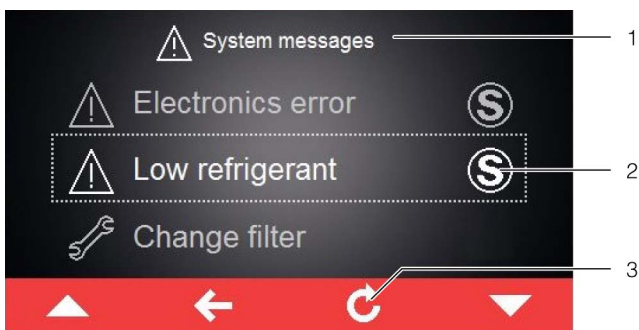

Imagen 49: Pantalla con indicación de fallo
Si se genera una indicación de fallo que no puede ser solucionada por el usuario o que no desaparece por sí sola, aparecerá el símbolo «Servicio» junto a la indicación de fallo, así como en la barra de mando junto al símbolo para indicaciones de sistema (imagen 49, pos. 2).